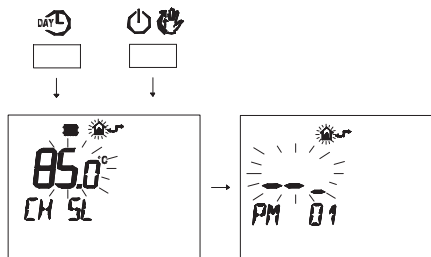

Figura 5.42
- Premere contemporaneamente i pulsanti DAY^L e per entrare nella programmazione trasparente (Figura 5.42).